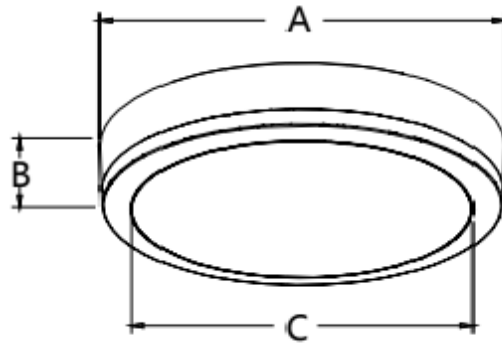

Рисунок 1 - Светильники серии ДБО96
3.2 Светильники в соответствии с рис. 1 приложения А, состоят из корпуса в сборе, обечайки, рассеивателя.